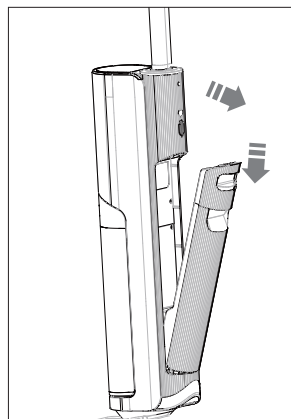

Fig. 5 – Retirer le réservoir d'eau
- ▶ Saisissez la poignée encastrée du réservoir d'eau propre (14) et appuyez sur le bouton de déverrouillage du réservoir d'eau propre (15) vers le bas.
- ▶ Retirez le réservoir d'eau propre du corps de l'appareil (**voir Fig. 5**).